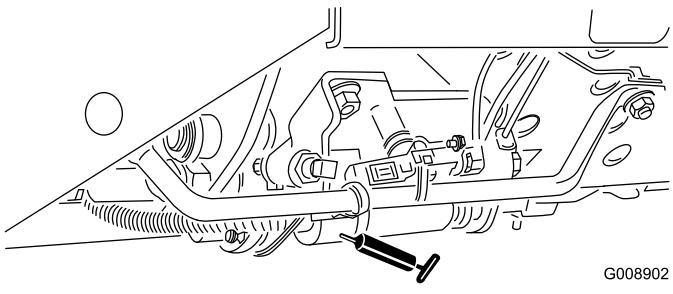

**Bild 54**
- Leerlaufeinstellung (Bild 54)